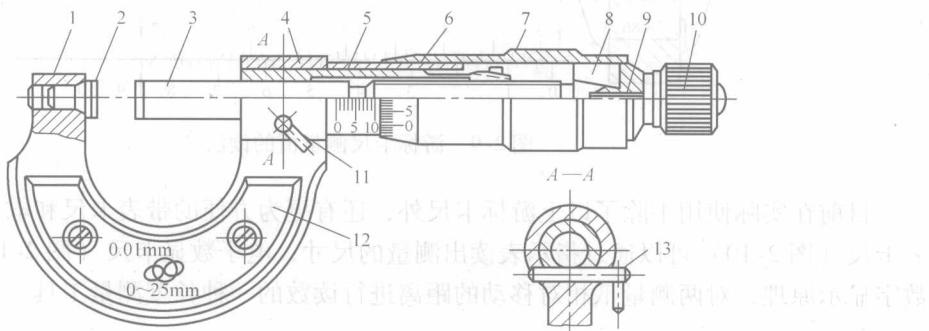

图 2-14 千分尺结构
(1) 千分尺的结构 千分尺是一种以螺杆作运动零件进行长度测量的量具。常用的千分尺为外径千分尺(图 2-14)，其规格按测量范围分：0~25mm、25~50mm、50~75mm、75~100mm、100~125mm 等。使用时可按被测工件的尺寸选用。